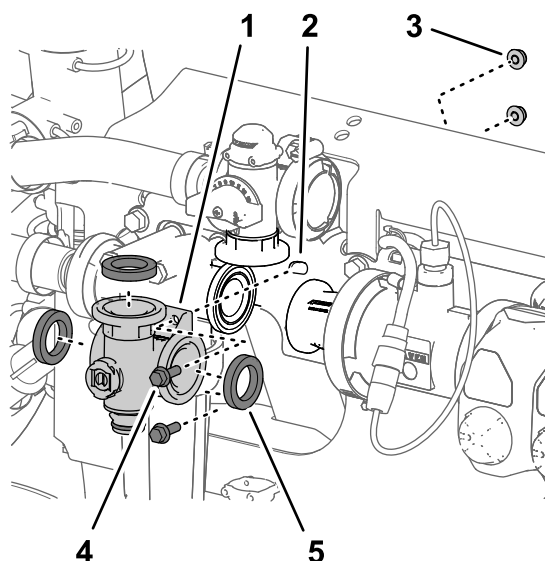
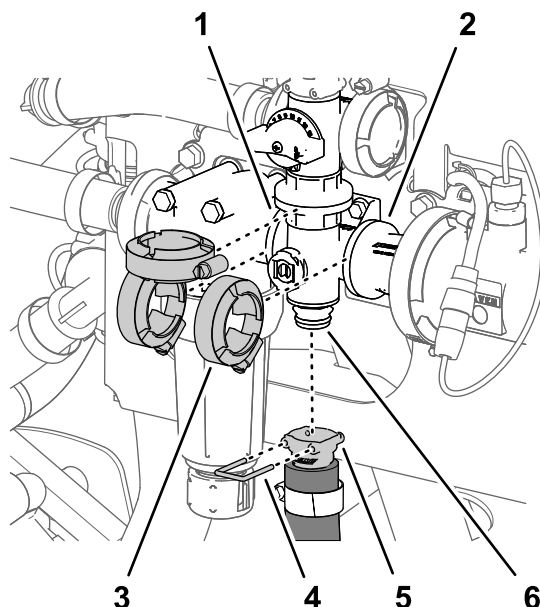

Figure 130
Figure 131
1. Alignez la bride du collecteur de la vanne d'agitation et les 3 joints sur les brides de la vanne de dérivation d'agitation, de la tête du filtre de pression et de l'adaptateur d'accouplement (Figure 130 et Figure 131).
2. Fixez légèrement le collecteur de vanne d'agitation à la vanne de dérivation d'agitation, la tête du filtre de pression et l'adaptateur d'accouplement (Figure 131) à l'aide des 3 colliers bride que vous avez retirés à la section Dépose de la vanne d'agitation du collecteur \(page 88\).
5. Serrez les 3 colliers bride à la main (Figure 131).
6. Fixez le raccord rapide du flexible d'agitation au raccord rapide du collecteur de vanne d'agitation à l'aide de l'étrier de fixation (Figure 131).